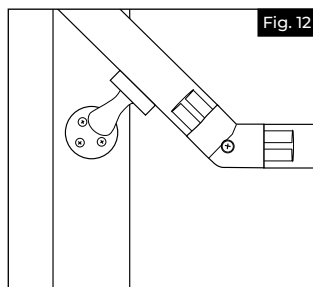

Fig. 12
- b. Ensamblar y posicionar la unión ajustable en la parte exterior del pasamanos y apretar el tornillo en el ángulo adecuado (Fig. 12).